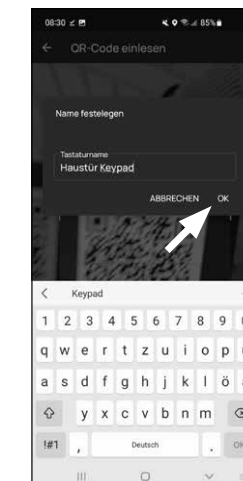

Fig. 10
- 13 Na janela seguinte, será solicitado um nome para o teclado. Quando se utilizam vários cilindros e componentes secuENTRY, recomenda-se dar um nome ao teclado para que se possa identificar diretamente o que é e onde o teclado está localizado ou fixado. No exemplo destas instruções, o teclado tem o título "Teclado da porta da frente". Confirme o nome com "OK" (Fig. 10).